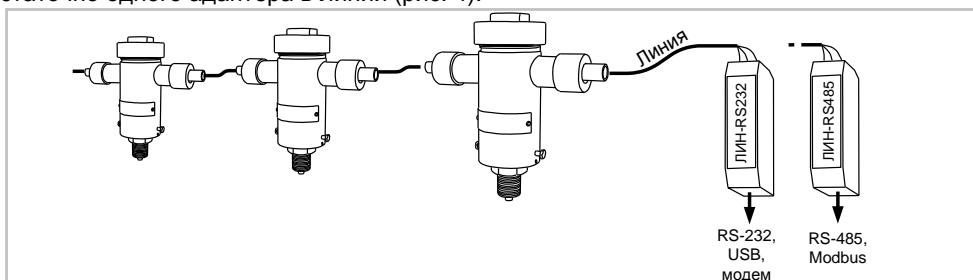

Рис. 4
6.3.1 Для получения цифровых сигналов интерфейсов RS-232 или RS-485 достаточно одного адаптера в линии (рис. 4).